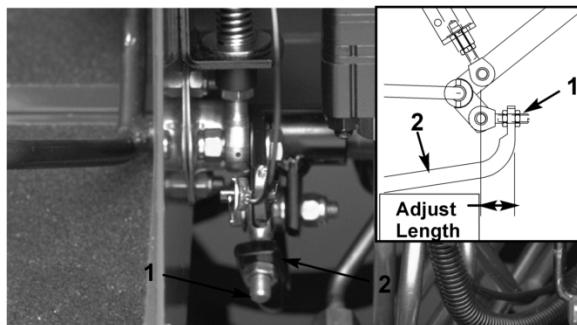

Figura 46
4. Ajuste las contratuerca del extremo de la varilla de la bomba con objeto de desplazar el tubo de control de la bomba hacia adelante para eliminar el movimiento de la máquina hacia adelante, o hacia atrás para eliminar el movimiento hacia atrás (Figura 46).